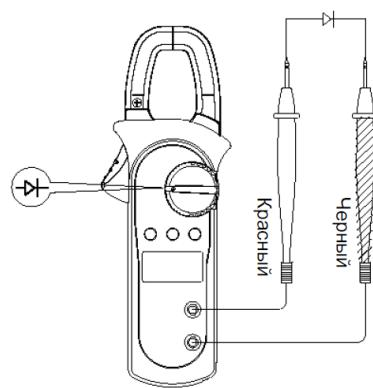

Рисунок 5
C. Проверка диодов (см. рисунок 5)**⚠ Предупреждение**